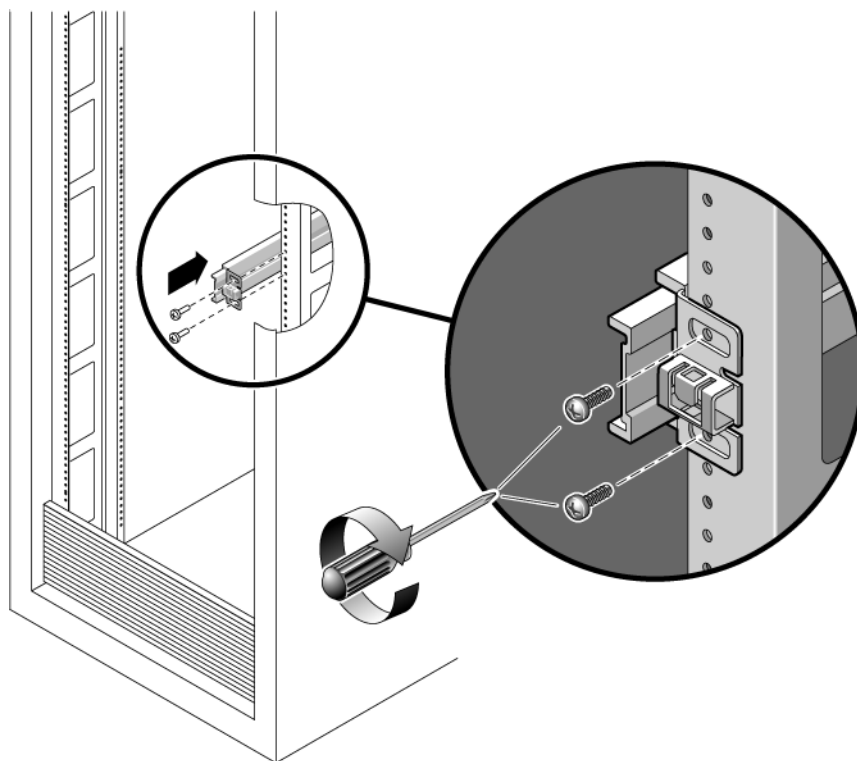

FIGURA 2-5 Montaje de la guía telescópica
- a. Monte la parte frontal de la guía en el poste (FIGURA 2-5) utilizando dos tornillos.**